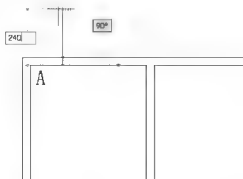

图 2.61 绘制 240mm 长的垂直线
② 在指定下一点或[放弃(U)]: 提示下，将光标垂直向上拖动，然后输入“240”，如图 2.61 所示，按 Enter 键结束命令。